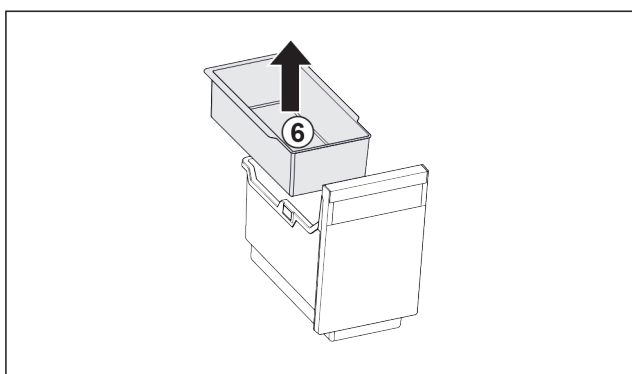

Fig. 81
- ▶ Вийняти підвісний лоток Fig. 81 (6).